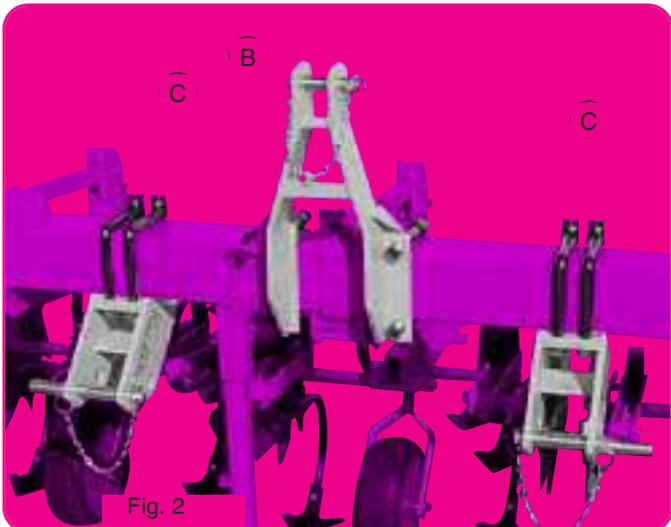

Fig. 2
1. Repérer exactement sur la barre les emplacements d'éléments (D) en fonction des inter-rangs.
2. Fixer le 3^e point (B) puis de part et d'autre et à EGALE DISTANCE de ce 3^e point les 2 brides latérales (C) à un écartement tel, qu'après attelage au tracteur, les rotules des bras de relevage soient distantes de 85 à 88 cm. L'axe d'attelage des brides (C) est déporté ce qui permet de toujours trouver un emplacement libre sur la poutre.
Attention : Ces 2 brides (C) se plaquent sous la barre (fig. 2) et non sur l'avant de la barre.
4. Fixer, aux emplacements précédemment repérés, les corps d'éléments (D).
5. Fixer les 2 ensembles coutres stabilisateurs (E) sur l'avant des éléments extérieurs.
6. Placer la béquille (F) à un endroit libre et accessible vers le centre de la machine.
Attenzione : queste 2 flange si fissano sotto la barra (fig. 2) ma non sulla parte anteriore della barra.